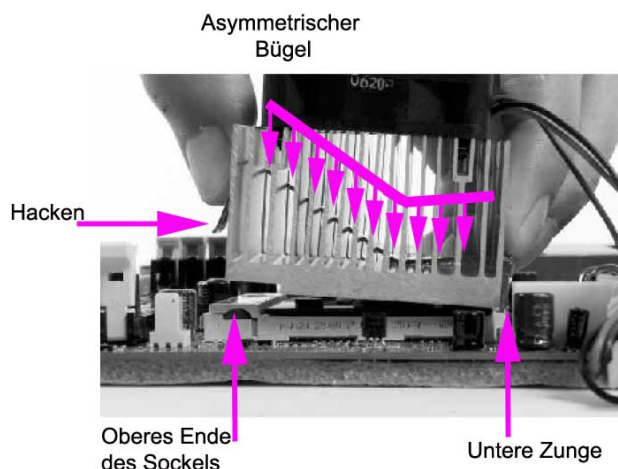

Abbildung 72: Seitenansicht des Kühlers [61]
8. Abbildung 72 zeigt eine Seitenansicht des Kühlers mit einem asymmetrischen Bügel. Es muss darauf geachtet werden, dass sich der Bügel in dieser Stellung befindet, d.h. die längere Seite des Bügels muss in Richtung „oberes Ende des Sockels“ stehen, wie in Abbildung 72 dargestellt. Wir beginnen, indem wir den Hacken des Kühlers in die untere Zunge einhacken. Danach wird der andere Hacken in die obere Zunge eingehackt. Siehe Punkt 9.